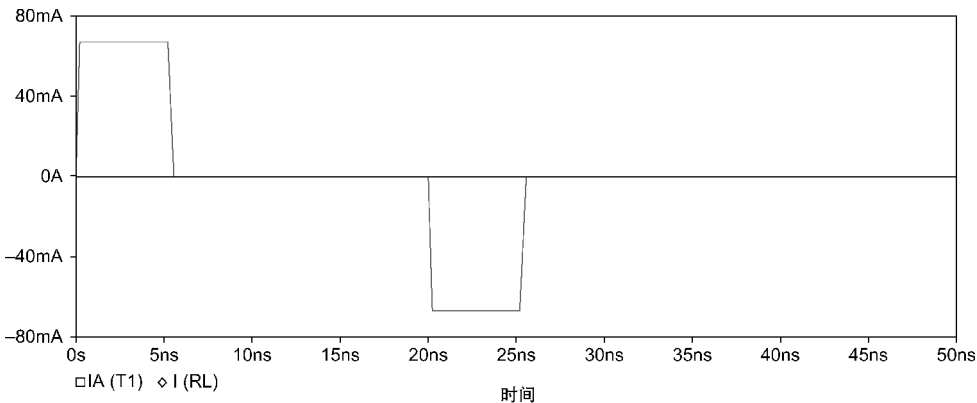

图 17.18 传输线开路时的电流波形
10. 在 Capture 原理图中删除电压探针, 然后在传输线 T1 的入射端和负载电阻 RL 的顶端放置电流探针。不必对电路重新运行仿真, 电流波形将自动显示在 Prober 图形显示窗口中。因为负载开路, 所以输出电流为 0。如图 17.18 所示, 开路电流将会以同样的幅度反射回入射端, 但是相位差为 180° 。